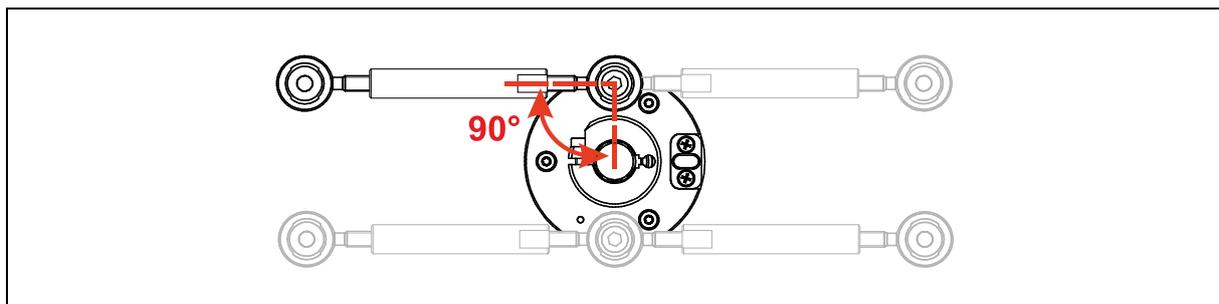

Abbildung 7: Gelenkkopfstab – Montagevarianten
- Um das Mess-System optimal zu stützen, muss der Gelenkkopfstab im 90°-Winkel zur Verbindungslinie von Gewindebohrung zum Wellenmittelpunkt montiert werden, siehe Abbildung 7.